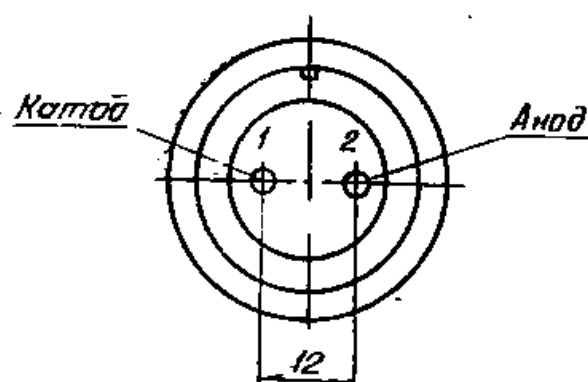

Рис. 3. Схема манометрического преобразователя ПММ-32-1
4.2. Электродная система преобразователя (рис. 3) монтируется на фланце 8, имеющем четыре изолятора 7, изготовленных методом напряженного вакуумного спая нержавеющей стали и непрозрачного стекла С85-2.
Для разборки преобразователя необходимо снять держатель 4 (рис. 3): для этого нужно ослабить винты 13 и повернуть держатель, чтобы его выступы вошли в пазы чашки. Снимается катод. Разборка катода производится с помощью отвертки. Отвертка вставляется в отверстие одного из полюсов и упирается в противоположный. Резким нажатием на полюс отделяют его от магнита, затем снимается другой полюс.